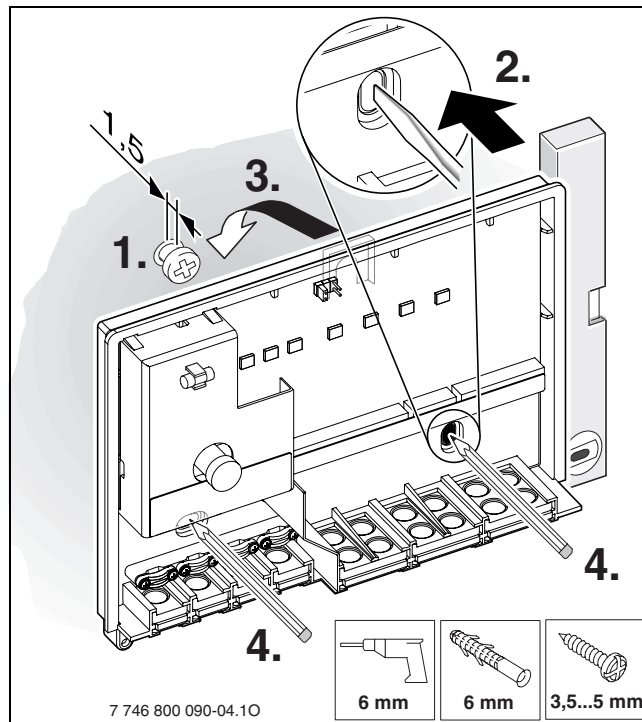

Fig. 8 Tornillo de sujeción superior
- ▶ Para el tornillo de sujeción superior taladre un agujero de $\varnothing 6$ mm, inserte un taco y atornille el tornillo hasta 1,5 mm (→ fig. 8).